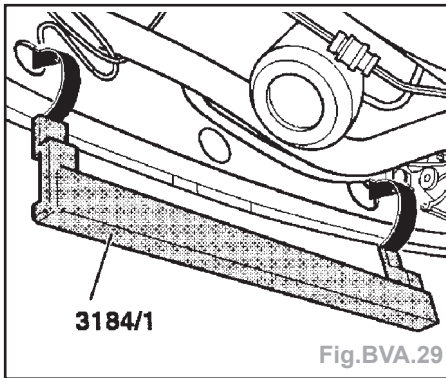

Fig. BVA.29
- Accrocher le support auxiliaire (outil 3184/1) dans la traverse arrière du véhicule (flèches); le cas échéant, déposer de la traverse arrière les faisceaux de câbles et les conduites (Fig.BVA.29).